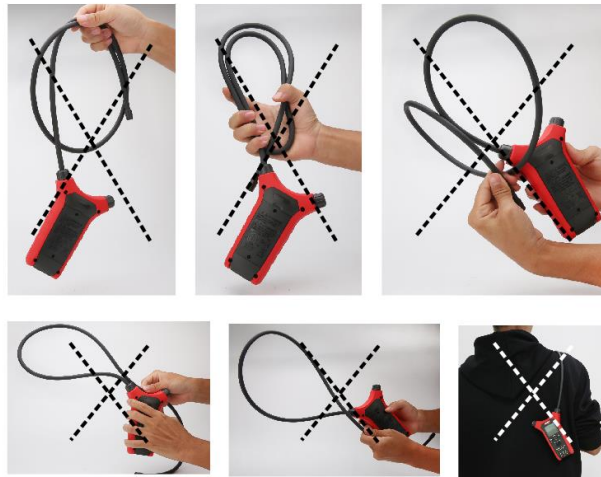

Abbildung 2.4
- 7) Führen Sie die folgenden unsachgemäßen Bedienungen nicht aus. (siehe Abbildung 2.4)